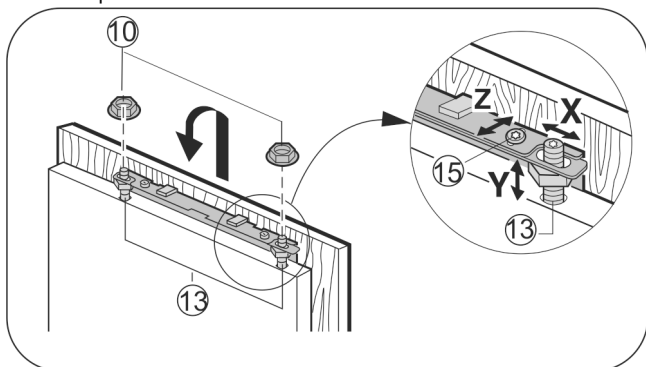

Fig. 27
- ▶ Agățați ușa mobilierului pe bolțurile de reglare Fig. 27 (13) și înșurubați provizoriu contrapiulițele Fig. 27 (10) pe bolțurile de reglare.
- ▶ Ajustați înălțimea Y și înclinarea laterală a ușii mobilierului: Reglați bolțurile de reglare Fig. 27 (13) cu ajutorul unei șurubelnițe.
- ▶ Strângeți contrapiulițele Fig. 27 (10).